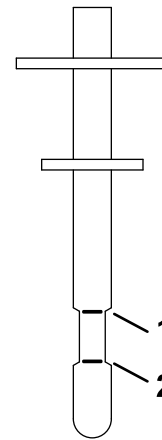

Figura 67
7. Inserte la varilla en el cuello de llenado, retírela y compruebe el nivel de fluido (Figura 67).